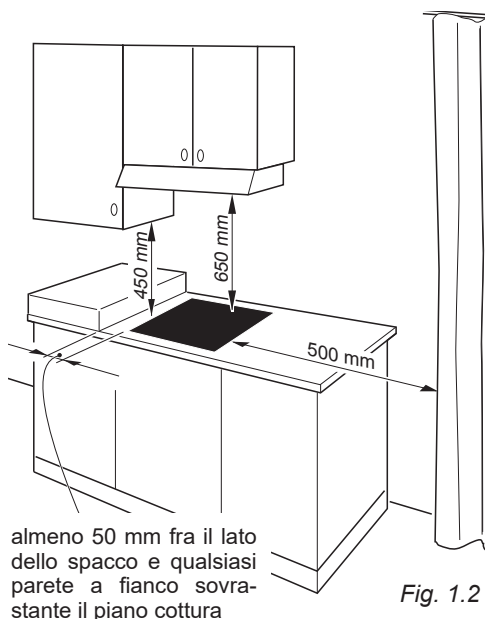

Fig. 1.2
- Allorché sopra il piano di cottura vi sia un pensile o cappa mantenere fra il piano ed il suddetto pensile o cappa la distanza minima pari a 650 mm (fig. 1.2).